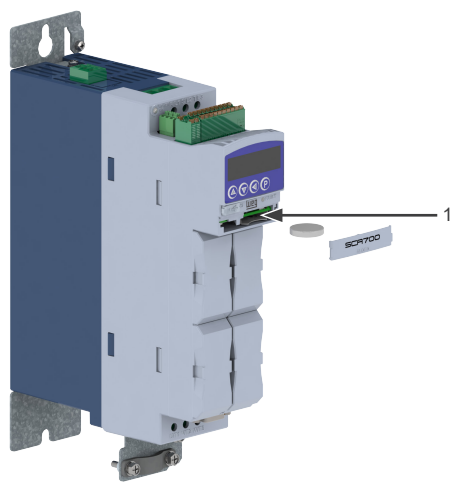

Figura 7.3: Localização da bateria tipo CR2032
Para substituir a bateria, retirar a tampa protetora do Slot 0, conforme Figura 7.3 na página 7-4, localizada na parte frontal do servoconversor. Para montar a nova bateria, o controle do SCA700 deve estar energizado no momento da montagem da mesma no cartão de controle.
2. Retirar a tampa do Slot 0 conforme Figura 7.3 na página 7-4.